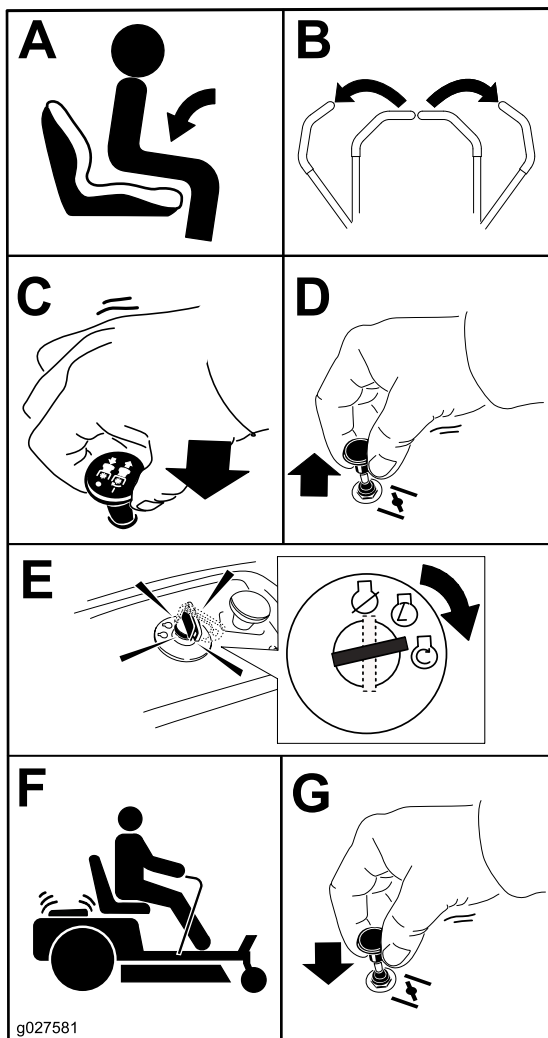

Figure 20
1. Désengagez les lames en plaçant la commande des lames en position DÉSENGAGÉE (Figure 20).